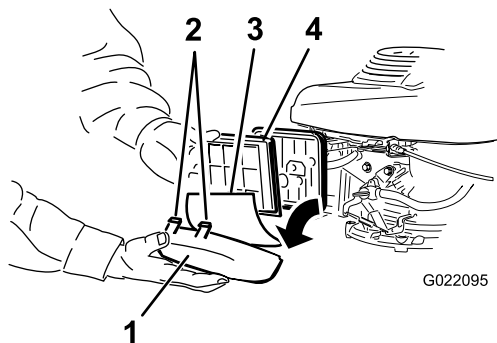

Рисунок 25
4. Снимите крышку и извлеките фильтр предварительной очистки из пеноматериала из крышки (Рисунок 25).
6. Извлеките и осмотрите бумажный фильтр (Рисунок 25).
7. Вставьте фильтр предварительной очистки из пеноматериала в крышку воздухоочистителя, см. рис. Рисунок 25.